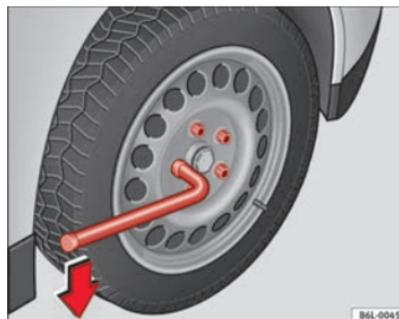

Fig. 142 Cambio de rueda: aflojar los tornillos de rueda
- Agarre la llave por el extremo y gírela aproximadamente una vuelta hacia la **izquierda** ⇒ fig. 142.